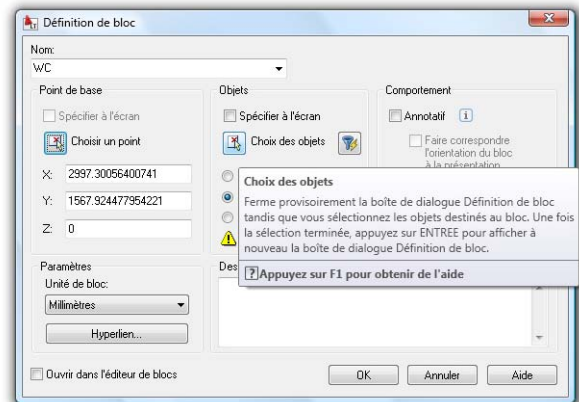

Figure 4.6
4. Cliquez sur le bouton Choix des objets de la boîte de dialogue (voir Figure 4.6).